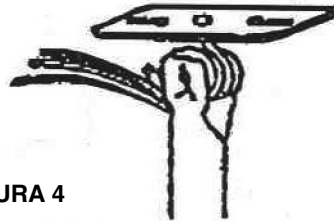

FIGURA 4
5. Verifique que la pieza de caucho quede bien apretada, evitando que las distintas partes metálicas puedan entrar en contacto (ver Figura 4).